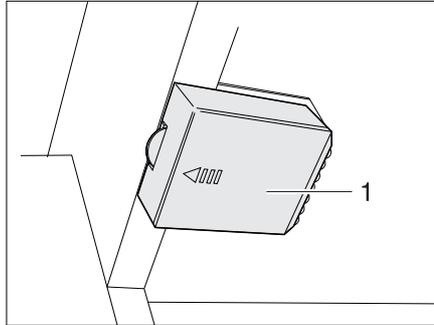

Bild 276 Kleiderschrankleuchte mit LED, Batteriefach geschlossen
- Deckel (Bild 276,1) in Pfeilrichtung aufschieben.